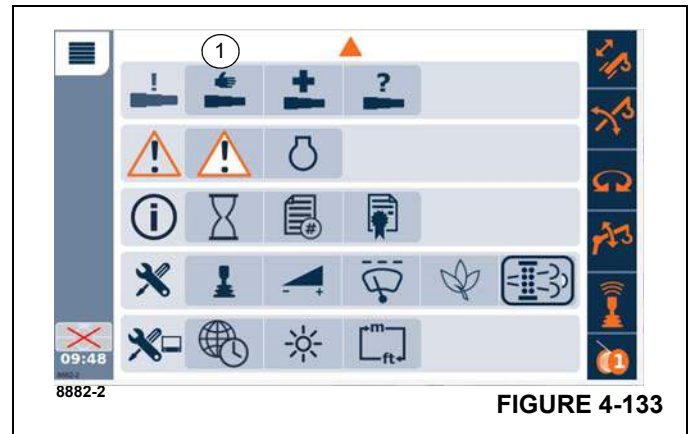

FIGURE 4-133
Open the Manual Telescoping Menu (1), (Figure 4-133).